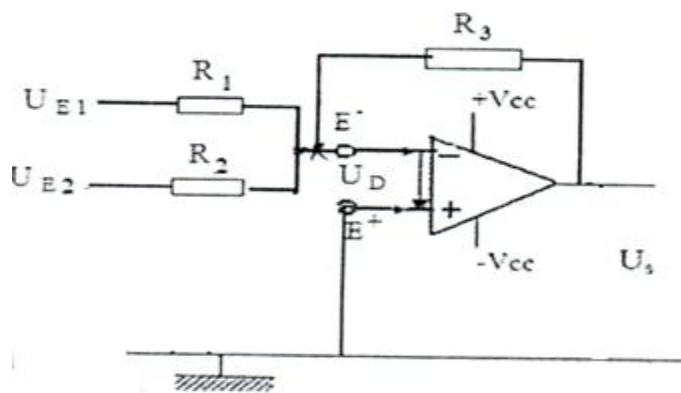

Fig.6 Amplificateur sommateur
Ce circuit Fig. 6 sert à additionner les deux tensions d'entrée $U_{E1}(t)$ et $U_{E2}(t)$
- Construire le montage Fig.6 ; avec $R_1 = R_2 = R_3$; après avoir calculé leurs valeurs pour que $U_s = 8V$, $U_{E1} = U_{E2} = 4V$ et la fréquence $f = 1Khz$;